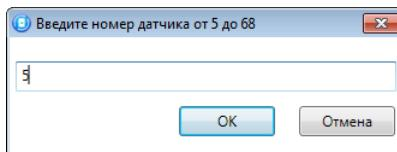

Рисунок 4.37 — Ввод номера радиоустройства
- В открывшемся окне укажите номер радиоустройства из числа еще не занятых в нумерации ШС и радиоустройств (в указанном диапазоне) и нажмите кнопку *OK* (см. рисунок 4.37).